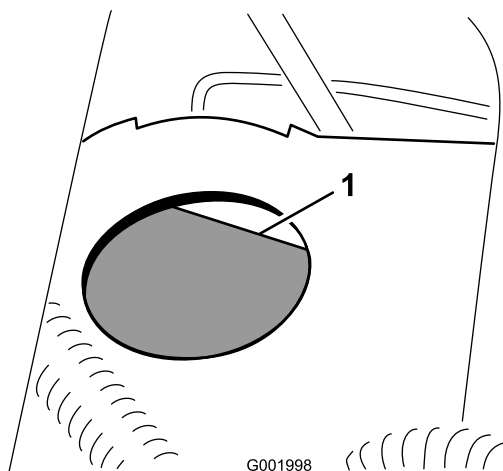

Bild 63
2. Der Flüssigkeitsstand sollte die Vollinie am Behälter erreichen (Bild 63).